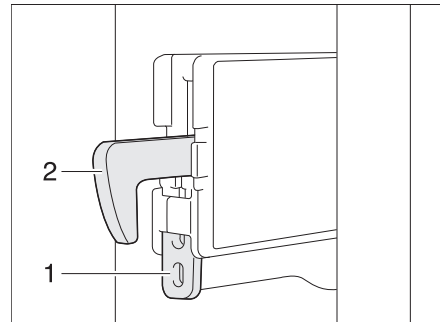

Bild 239 Fixierung Verriegelungshaken
- Die Fixierung (Bild 239,1) nach oben drücken. Der Verriegelungshaken (Bild 239,2) wird nach oben gedrückt und ist außer Funktion.
- Den Verriegelungshaken (Bild 239,2) nach unten drücken. Der Verriegelungshaken ist wieder in Funktion.